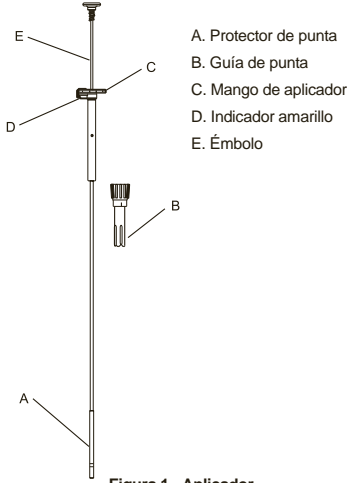

Figura 1 - Aplicador
- Mantenga una correcta alineación de la llave del indicador amarillo con la flecha roja de la sonda de la biopsia cuando esté dispensando las almohadillas (Figura 1).
Consulte la Figura 1 para ver el diagrama del aplicador.